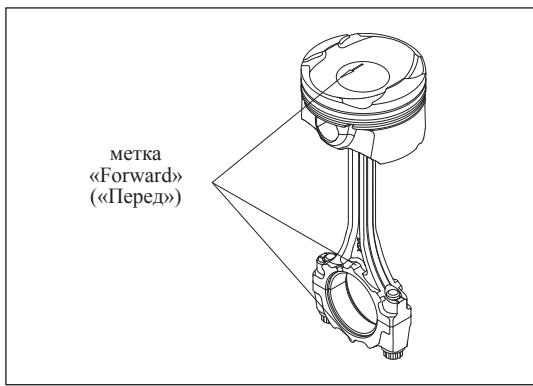

Рис. 13-2-13. Расположение меток на шатуне
(2) Установка шатуна
(3) Установка вкладышей шатунов
(4) Установка шатуна
- » Установить шатун и убедиться в том, что метки «Forward» («Перед») обращены к передней стороне двигателя, как изображено на Рис. 13-2-12 и Рис. 13-2-13.